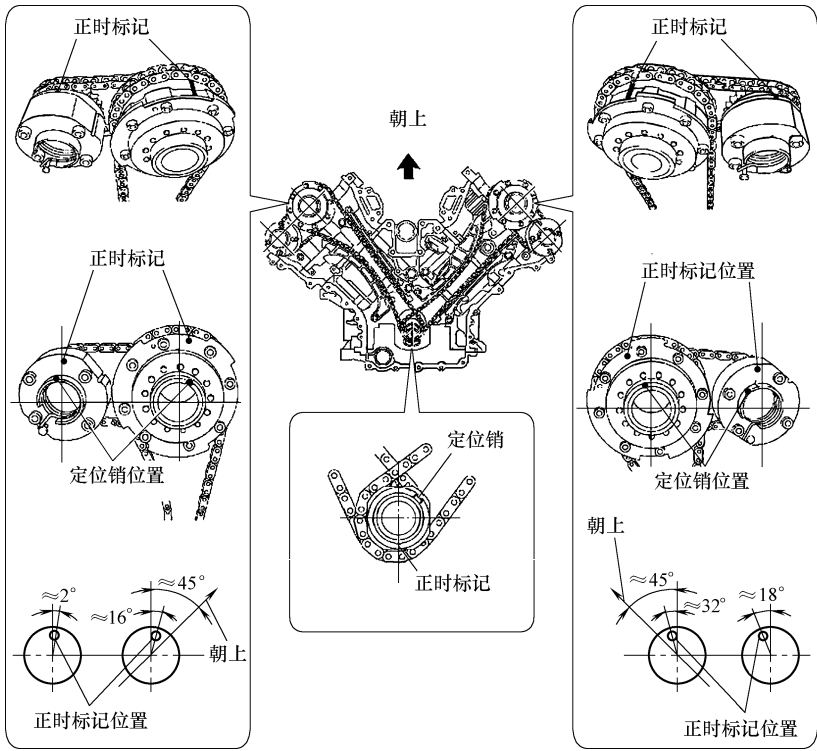

图 24-68 对齐各个正时标记
12) 顺时针转动曲轴，确认如图 24-68 所示的各个正时标记均对齐无误。